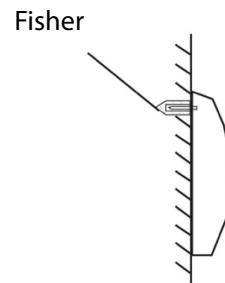

Fig.3
4. Monte el aparato en la pared (Fig. 3).